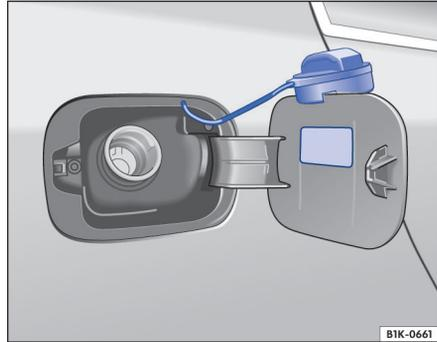

Fig. 151 Tapa del depósito abierta con el tapón enganchado en ella.
- Desenrosque el tapón del depósito hacia la izquierda y engánchelo en la parte superior de la tapa \Rightarrow fig. 151.